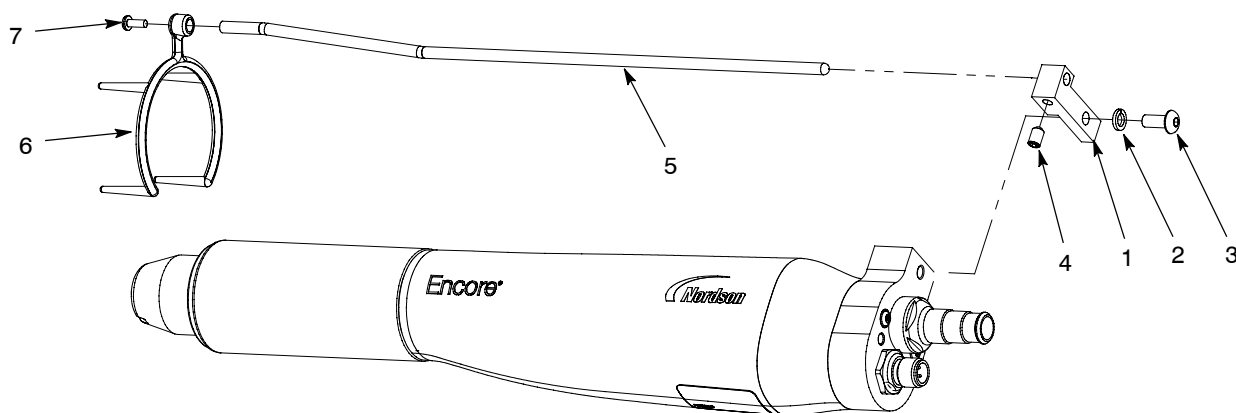

Figura 6 Instalarea colectorului de ioni – este prezentată duza de pulverizare plată
1. Vezi Figura 6. Instalați blocul de montare (1) pe pistol cu șaiba de blocare M5 și șurubul (2, 3).
2. Introduceți tija colectorului (5) în bloc și fixați-o cu șurubul de reglare M5 x 8 (4) inclus în setul colectorului de ioni.
3. Glisați vârful cu puncte multiple (6) pe piulița duzei și fixați-l în tija colectorului cu ajutorul șurubului M3 (7).